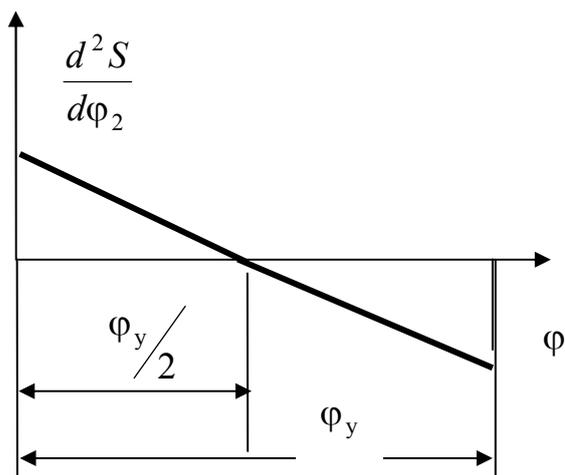

Рис.4.2
2. Определить перемещение толкателя кулачкового механизма (рис. 4.2) графическим и аналитическим методами при повороте кулачка на угол  $\varphi$ , если угол удаления  $\varphi_y$  и ход толкателя  $h$ , при заданном законе движения толкателя на угле удаления. Исходные данные приведены в табл. 4.2